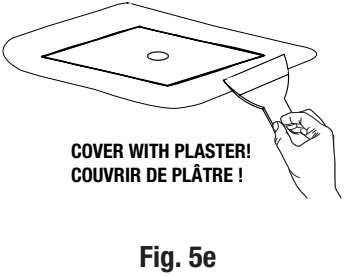

Fig. 5e
8. Cover with plaster to hide the frame in the ceiling (Fig. 5e).
10. Couvrir de plâtre afin de masquer le cadre dans le plafond (Fig. 5e).